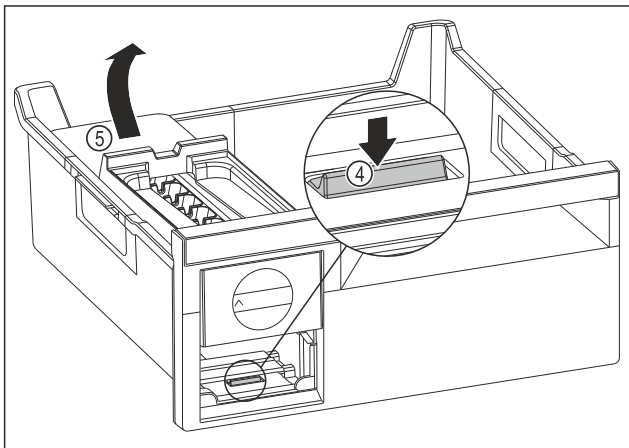

Fig. 87
- ▶ Scoaterea corpului EasyTwist-Ice: Apăsăți eclisa Fig. 87 (4) cu degetele în jos și concomitent cu cealaltă mână ridicați corpul EasyTwist-Ice Fig. 87 (5) din spate.